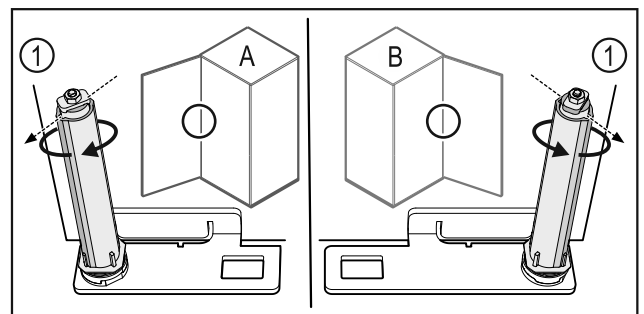

Fig. 56 Feste på venstre side (A) / feste på høyre side (B)
- Drei lukkesystemet mot motstanden til rillen på lukkesystemet Fig. 56 (1) peker utover.